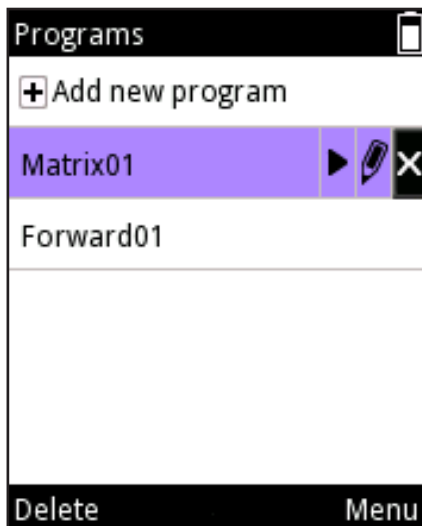

Abb. D39.
3. Bewegen Sie den Cursor mit  /  auf das Symbol  und drücken Sie  (**Delete**) (Abb. D39).